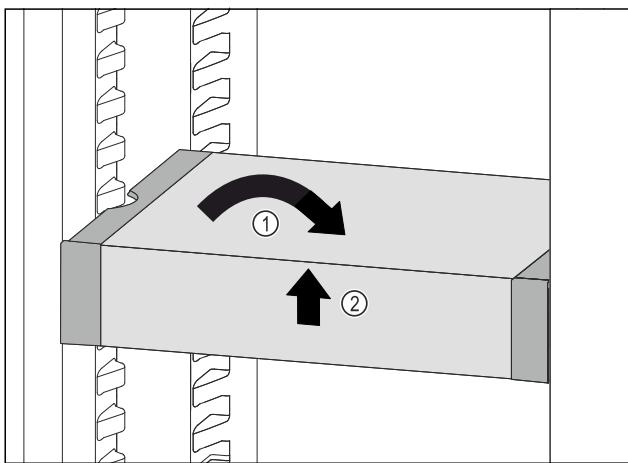

Fig. 102
- Изправете VarioSafe. Fig. 102 (1)
► Повдигнете VarioSafe отпред. Fig. 102 (2)